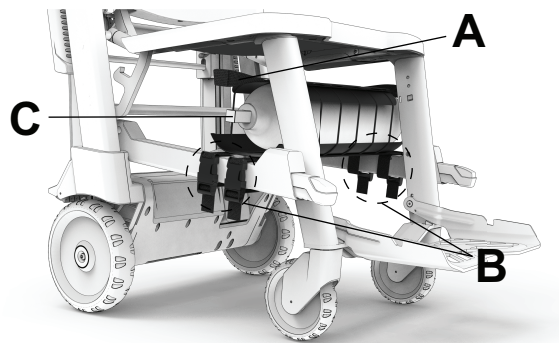

Figura 37 – Fixação do suporte da botija de oxigénio
2. Coloque o suporte da botija de oxigénio (A) entre os dois tubos da pega de elevação inferior, por baixo do fundo do assento (Figura 37).
3. Enrole as quatro correias à volta dos tubos da pega de elevação inferior (B) e ligue as fivelas de libertação lateral (Figura 37).
4. Faça deslizar a botija de oxigénio (C) para dentro do suporte (Figura 37).